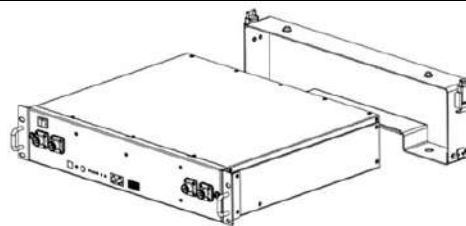

Figure3-4
1. Coloque el B4850 y un soporte como se muestra en la figure3-4, e inserte el B4850 en el soporte.